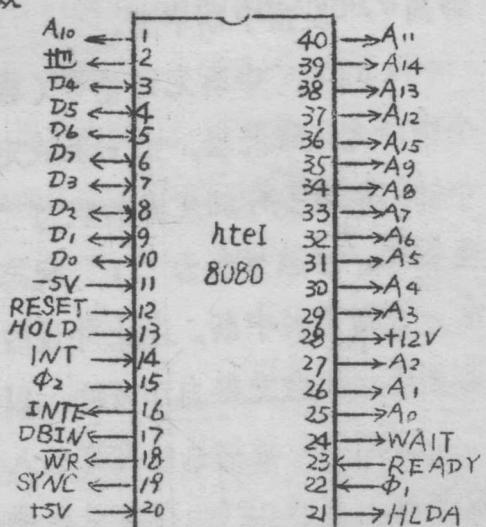

图1—4 8080A引脚安排
6. 8080A的引脚安排如图1—4所示。其中地址总线，数据总线的功能与Z80相同，而控制总线中的各条信号线功能则有所不同。所以下面对这些信号线的功能来加以说明。